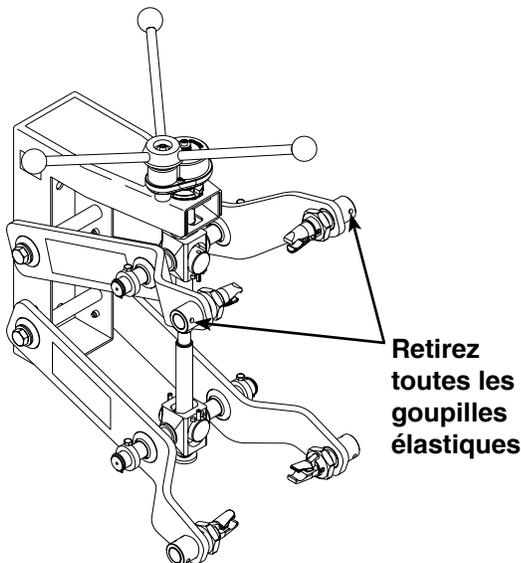

Figure 1
1. Retirez les mâchoires supérieures droite et gauche du compresseur de ressort de jambe de force en extrayant les goupilles élastiques. Voir la figure 1. Jetez les goupilles élastiques.